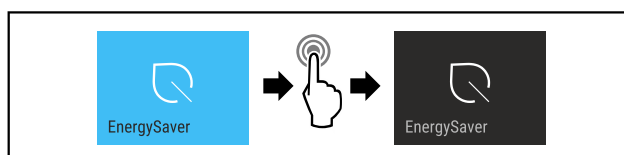

Fig. 16
- Изпълнете стъпките (виж Fig. 16).